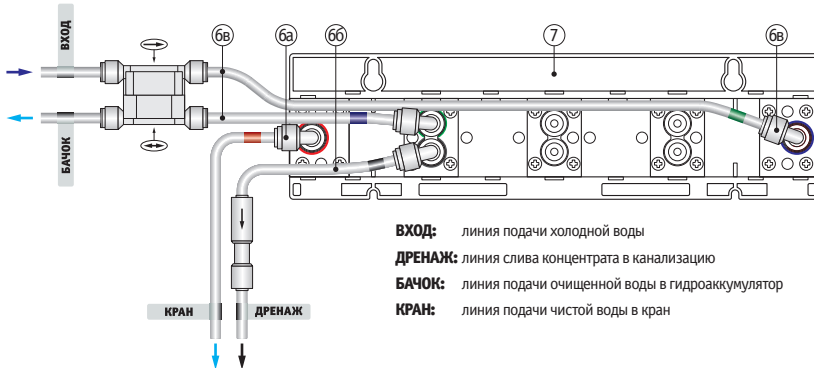

Рис. 6. Изменение направления трубок (часть 2)
- Присоединить все трубки в держатель в соответствии с Рис. 6.
Обратите внимание (см. Рис. 6): теперь трубку, маркированную синей полосой, следует посредством углового фитинга соединить с «зелёным» гнездом держателя. А трубку, маркированную зелёной полосой — с «синим» гнездом.